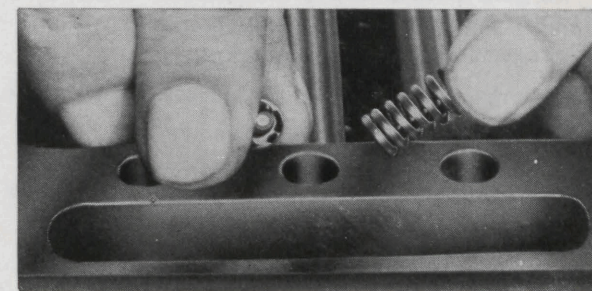

Bild 34. Montering av spärrkuler och fjädrar.
9. Placera spärrkuler och fjädrar på sina platser, se bild 34. Montera växellådslocket. Kontrollera att alla växlar går att lägga i och ur.